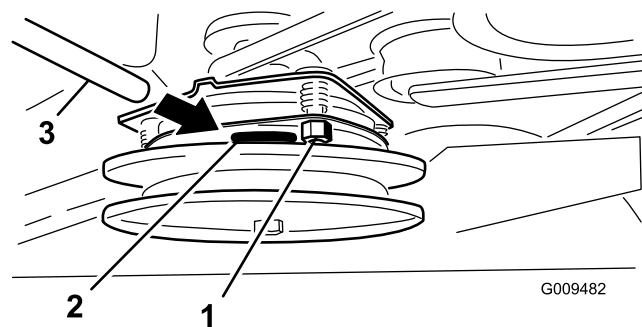

Figure 53
2. Si un réglage est nécessaire, réglez-le à 0,381 mm pour chacune des trois positions de réglage. Serrez les contre-écrous jusqu'à ce la jauge d'épaisseur fléchisse légèrement mais puisse bouger facilement dans l'entrefer (Figure 53).